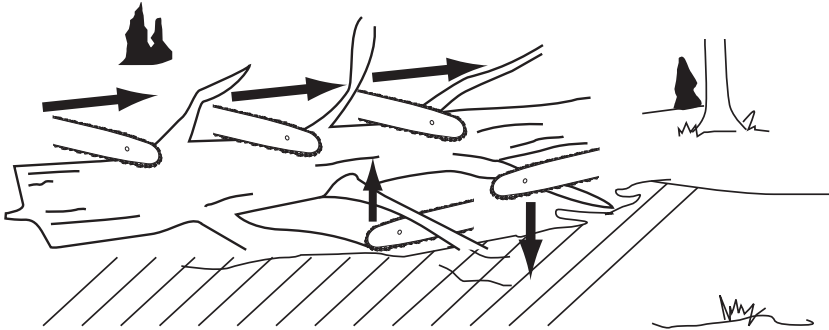

Abb. 22
2. Trennen Sie kleinere Äste mit einem Schnitt (Abb. 22).